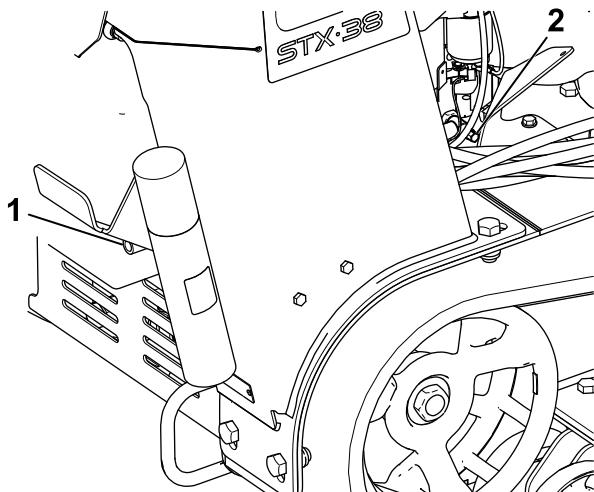

Bild 32
4. Stellen Sie eine Auffangwanne unter den Ablassschlauch. Drehen Sie das Ölabblassventil, damit das Öl ablaufen kann (Bild 32).